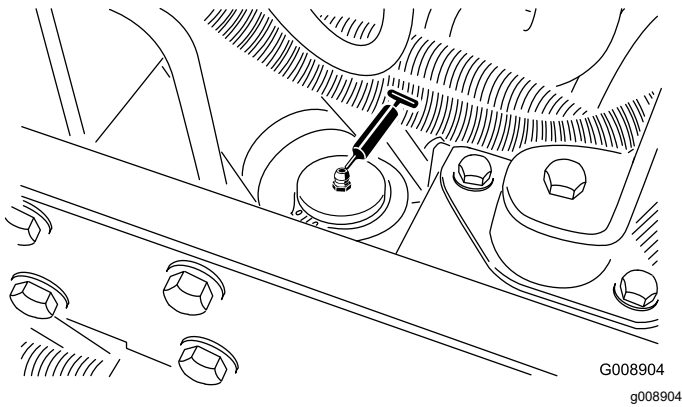

Figura 52
- Cilindro de dirección (Figura 52)